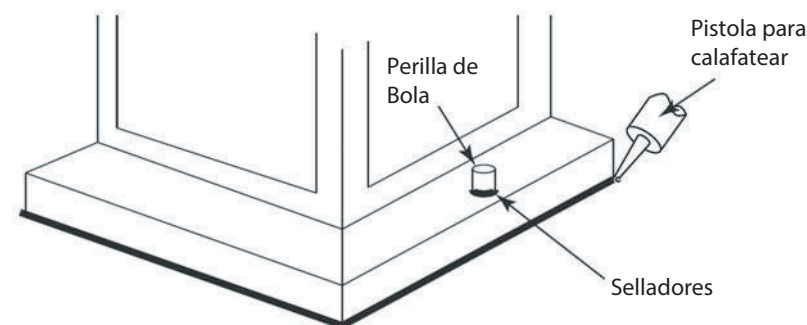

Figura 2
1. Conecte el cable de alimentación positiva (A) (normalmente negro el lado no marcado suave del cable de dos conductores) de plomo accesorio positivo (B) con un giro de tamaño apropiately conector – **Véase la Figura 2 y 3**.
2. Conecte el cable de alimentación negativa (C) (por lo general de color blanco o el lado marcado estriado del cable de dos conductores) de plomo accesorio negativo (D).
Loop alambre de tierra (E) (generalmente de cobre o verde recubierto de plástico) debajo de la cabeza del tornillo de tierra (S) en la brida de montaje accesorio (M) y conectar con el extremo suelto del cable de tierra luminaria directamente al cable de tierra del sistema de construcción con un tamaño adecuado twist-conectores – **Véase la Figura 2**.
Después asegurar fijo en su lugar, se recomienda que la distancia entre la parte superior y la base de montaje del accesorio se sellará con cualquier buen masilla impermeable de calidad o sellador de silicona (no incluido). También se recomienda que una pequeña capa de madilla o sellador de ser sometidos a los mandos de bolas utilizadas para montar accesorio – Véase la Figura 2.